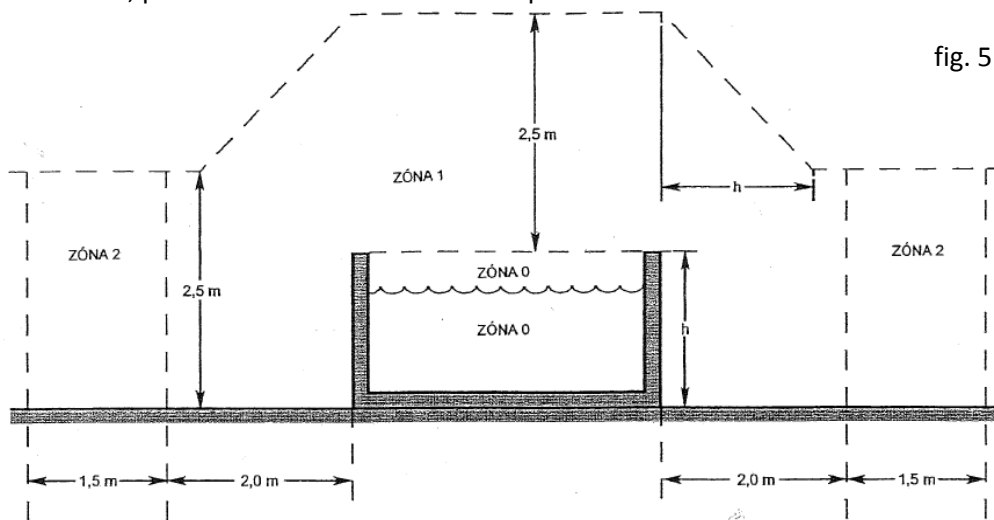

fig. 5
- L'impianto di nuoto controcorrente deve essere collegato con la rete elettrica tramite l'interruttore motore, fusibile e dispositivo di protezione corrente. Per le specifiche tecniche si veda lo schema del collegamento. La mancata applicazione di questi elementi di sicurezza può causare situazioni di pericolo per la vita e rischi verso terzi. Questi impianti devono essere posizionati fuori della zona di protezione della piscina (zone 0,1 e 2), si veda la Norma statale ceca ČSN 33 2000-7-702, stabilita a 3,5 mt. dalla parete della piscina, fig. 5. Inoltre, devono essere installati in un armadietto a chiave, protetti contro l'introduzione di persone non addette.